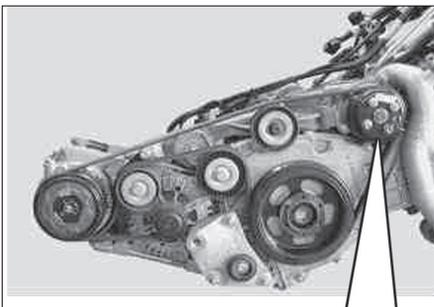

FIG. 38
- Déposer les vis (3) de la poulie (4) de pompe à eau (Fig.38).